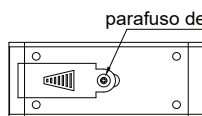

Fig.1
- Desapertar o parafuso de bloqueio da tampa do compartimento das pilhas (Fig.1)